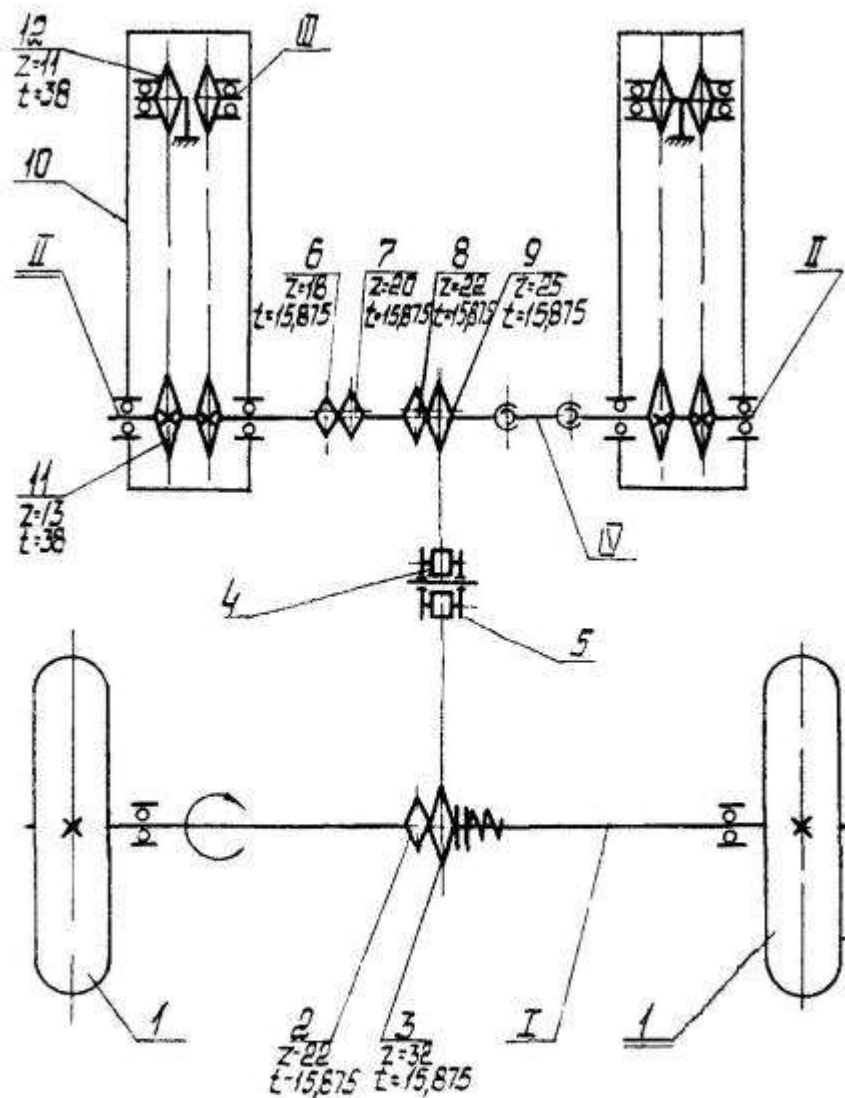

Рис.1.Схема кинематическая
4.1.1. Рабочие органы приводятся во вращение от оси опорных колёс посредством цепной передачи (рис.1), на оси опорных колёс расположены две звёздочки. На ведущем валу левого высаживающего аппарата – четыре звёздочки (два блока по две звёздочки), предназначенные для изменения густоты посадки.